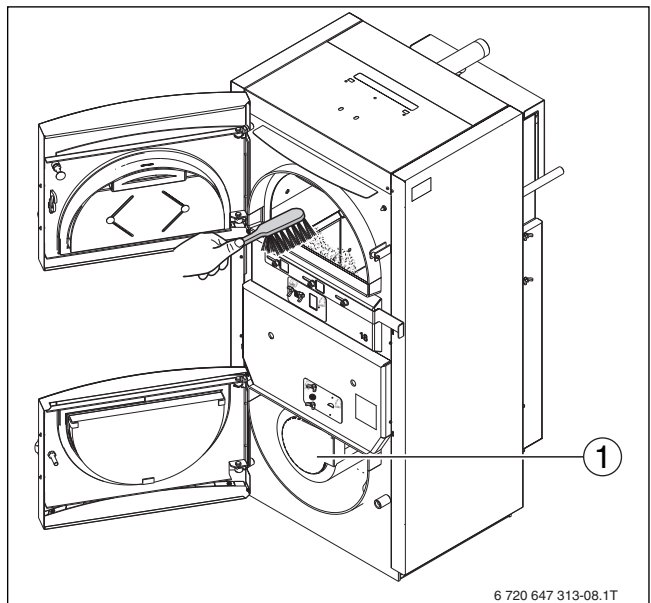

Bild 40 Füllraum reinigen
- Feuerraumdeckel (→ Bild 40, [1]) entfernen.